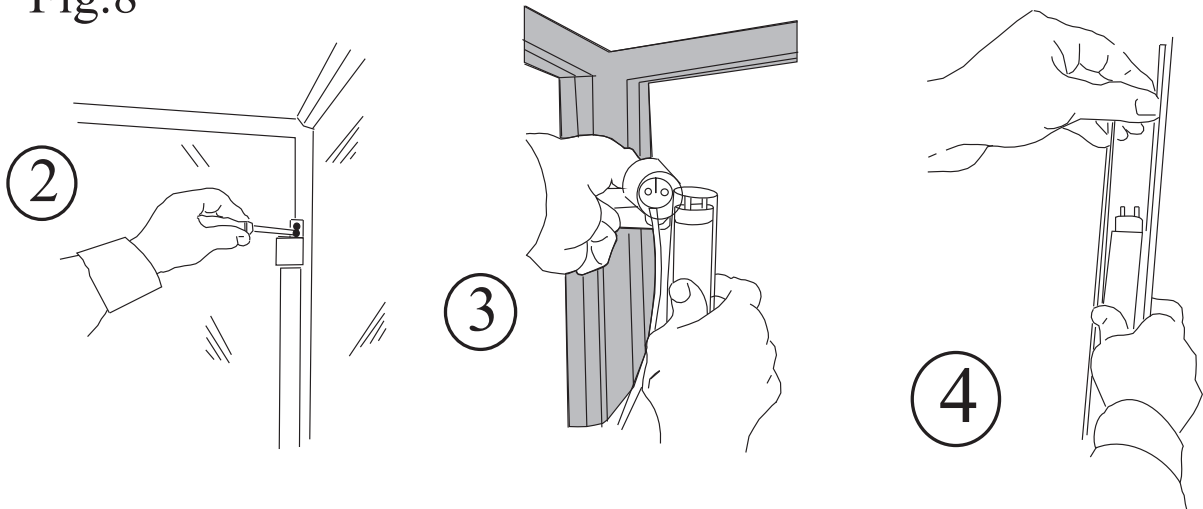

Fig.9
1. Aprire la porta. 2. Afferrare con le mani la guarnizione ed estrarla dall'incastro nel profilo della porta. 3. Sostituirla con la nuova guarnizione, avendo cura di premere in successione su tutto il perimetro (vedi Fig. 9).